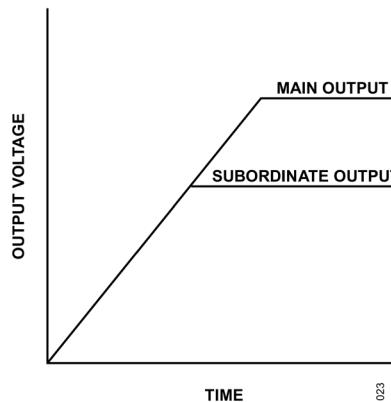

図 23. 出力同時トラッキングの波形
同時出力トラッキングは、比例出力トラッキングにおいてメイン・デバイスの出力スルーレート (MR) と下位デバイスの出力スルーレート (SR) が等しい特別な場合と見なすことができ、波形は図 23 に示すようになります。